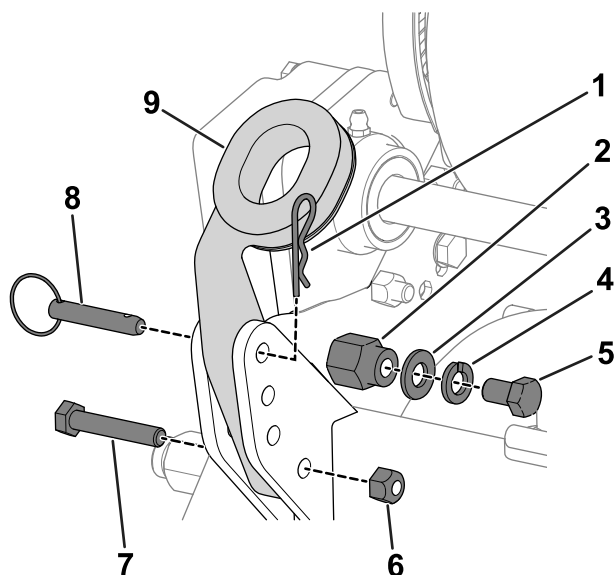

Рисунок 3
1. Удалите болты (5/16 дюйма), контргайки, штифты с кольцом и игольчатые шплинты, которые крепят нижние концы рычагов рукоятки к каждой боковой стороне машины (Рисунок 3).
2. Удалите болты (3/8 дюйма), шайбы и стопорные шайбы с монтажных штифтов на каждой стороне машины (Рисунок 3).
3. Вставьте торцевые части рукоятки в отверстия в рычагах рукоятки и совместите отверстия с монтажными штифтами (Рисунок 3).
6. Прикрепите рычаги рукоятки к задней части рамы с помощью снятых ранее болтов (5/16 дюйма), контргаек, игольчатых шплинтов и штифтов с кольцом (Рисунок 3).